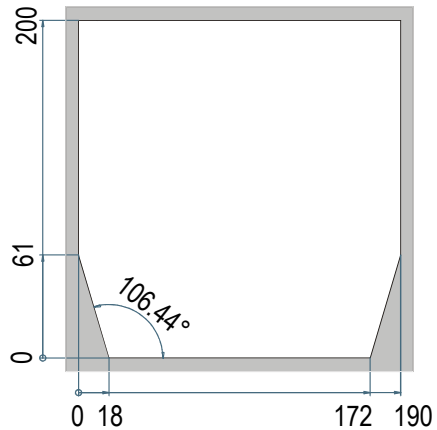
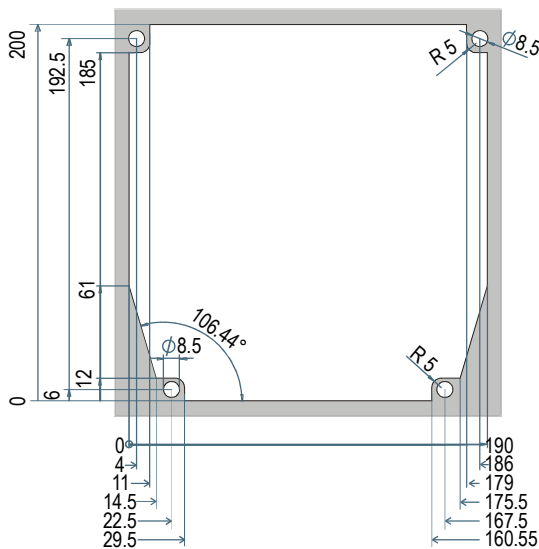

Fig. 4
Fig. 5
1. Faceți o gaură în tablou de dimensiunile descrise în Fig. 4 (simplificat) sau Fig. 5 (complet)